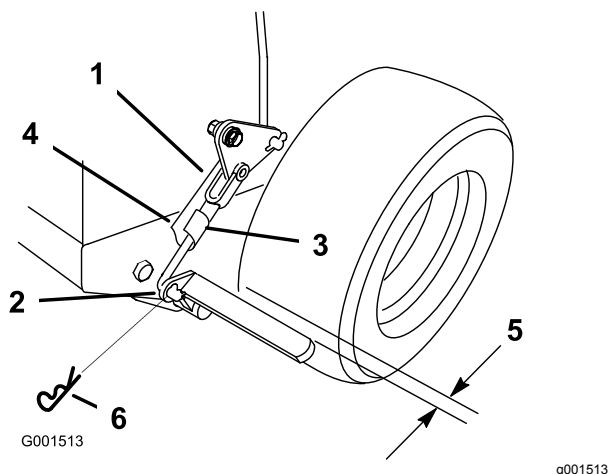

Figura 44
3. Retire el pasador de seguridad del acoplamiento inferior del freno (Figura 44).
4. Gire la horquilla del acoplamiento de freno inferior en el sentido de las agujas del reloj (enroscar) para apretar el freno de estacionamiento; gire la horquilla del acoplamiento del freno en el sentido contrario a las agujas del reloj (desenroscar) para aflojar el freno de estacionamiento (Figura 44).
Nota: Con el freno de estacionamiento quitado, el espacio entre el neumático y la barra plana es de aproximadamente 6 mm (Figura 44).
5. Fije el acoplamiento inferior a la palanca de freno inferior con el pasador de horquilla y el pasador de seguridad (Figura 44).